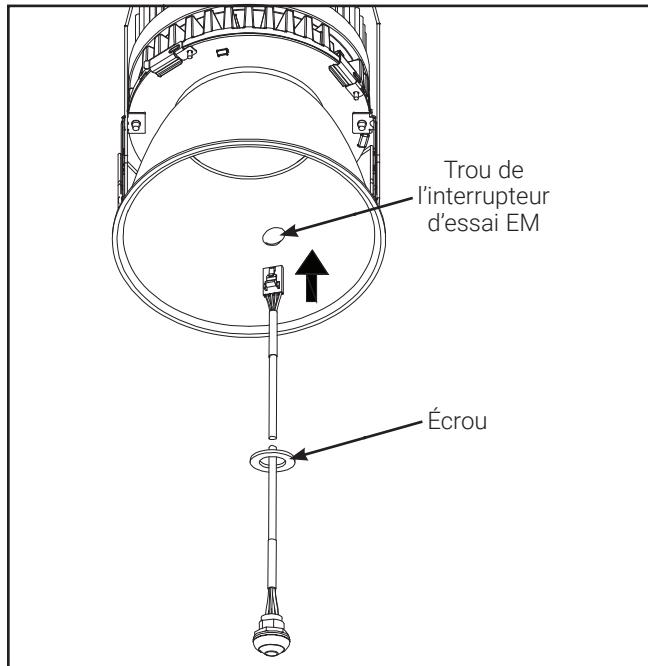

Figure 10.
2. Retirez l'écrou de l'interrupteur d'essai et installez l'interrupteur d'essai dans la garniture par un trou de la garniture. (Figure 10)